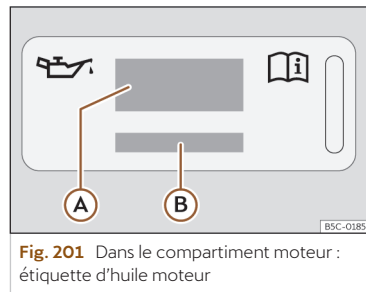
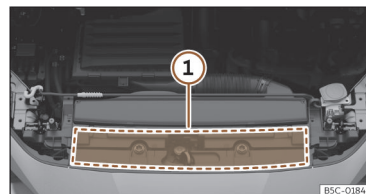

Fig. 201 Dans le compartiment moteur : étiquette d'huile moteur
Fig. 202 Dans le compartiment moteur : zone d'emplacement de l'étiquette d'huile moteur
Légende de la >>> **fig. 201** :
Si vous devez ajouter de l'huile moteur, utilisez l'une des huiles indiquées sur l'étiquette >>> **fig. 201**. L'étiquette avec la norme prescrite se trouve sur l'avant du compartiment moteur >>> **fig. 202** ①. Si vous utilisez l'huile moteur recommandée, vous pouvez corriger le niveau de remplissage autant de fois que nécessaire.
- En cas d'absence de l'étiquette avec la spécification de l'huile moteur >>> fig. 201, contactez un atelier spécialisé.